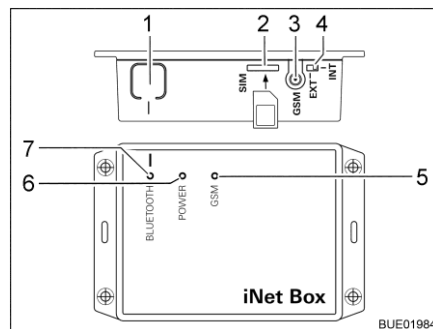

Fig. 76 Truma iNet-Box
- Appuyer sur la touche BLUETOOTH (Fig. 76,1) sur l'iNet-Box pendant 1 seconde. La Truma iNet-Box est visible pendant env. 2 minutes dans le terminal mobile (nom : "Truma iNet-Box"). Durant ce laps de temps, la DEL BLUETOOTH (Fig. 76,7) clignote.
- Introduire la mini-carte SIM qui a son propre numéro de téléphone et un crédit suffisant avec précaution comme illustré dans l'emplacement (Fig. 76,2) de la Truma iNet-Box jusqu'à ce qu'elle s'enclenche. La DEL rouge GSM (Fig. 76,5) doit clignoter en permanence. Si la DEL rouge s'éteint au bout de 20 secondes : contrôler la mini-carte SIM.